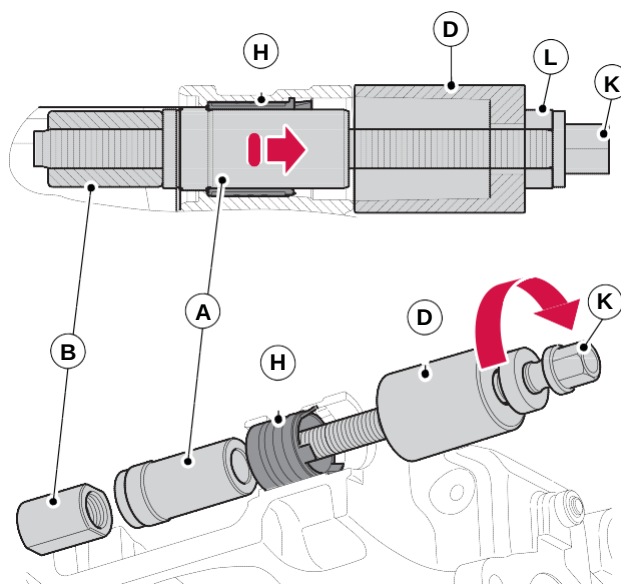

Figura 56. Remova a bucha composta do lado de fuga
10. A bucha composta (H) no lado de fuga deve ser removível manualmente.
11. No entanto, se isso não for possível, monte em sequência a ferramenta especial Haldex (K), (L), (D), (A) e (B), conforme mostrado na figura 56.